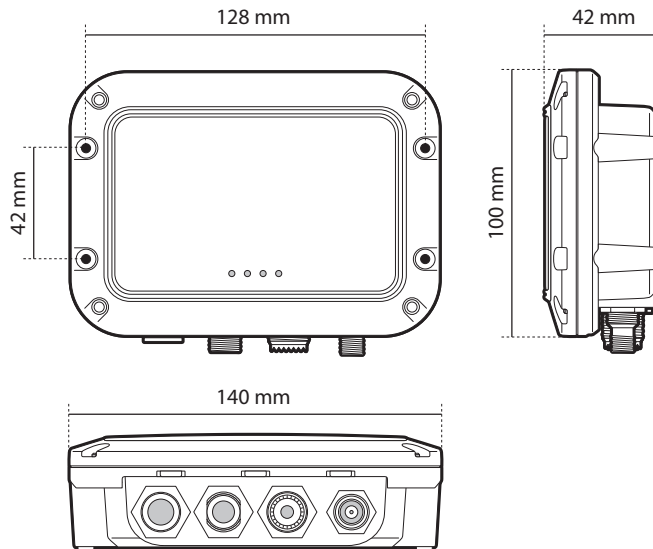

Figure 5 SIA transceiver dimensions
- Il doit y avoir un espace suffisant autour de la boîte de connexion de l'SIA transceiver pour acheminer les câbles. Veuillez consulter Figure 5 pour plus de détails sur les dimensions de l'SIA transceiver.